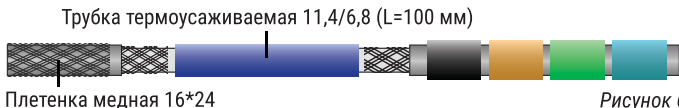

Рисунок 6
5.11. С одного конца кабеля сдвинуть термоусаживаемую трубку 11,4/6,8 (L=100 мм) и усадить ее с помощью воздушного термопистолета (T=350 °C) (рисунок 6).